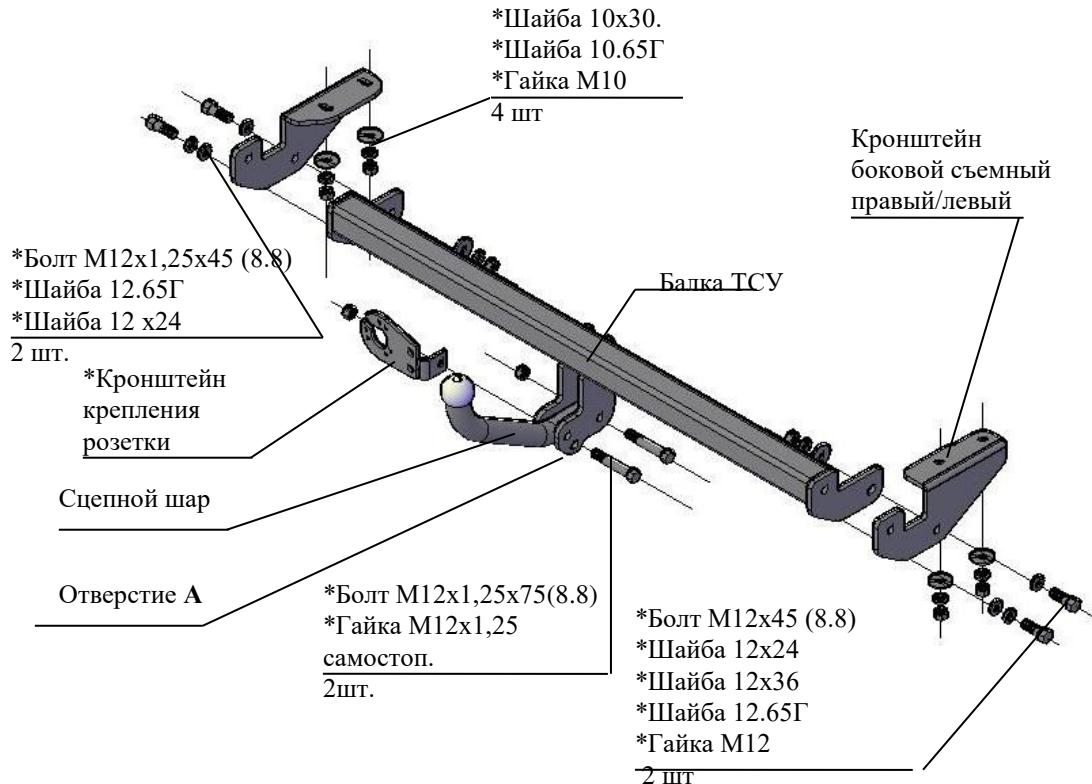

Рис.1 Тягово-сцепное устройство 9520
2.1 ТСУ 9520 в сборе (рис.1)	1 шт.
2.2 Пакет с комплектующими (см. рис.1)	1 шт.
4.1 Закрепить боковые съемные кронштейны ТСУ (правый и левый соответственно рис.1) к нижним полкам лонжеронов а/м гайками M10 (используя болты штатные), под головки гаек подложить шайбы 10.65Г и шайбы 10x30. Крепеж не затягивать.